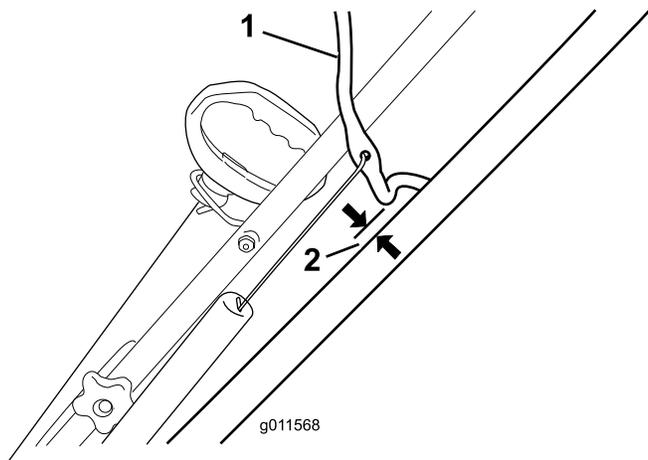

Рисунок 8
Переместите планку управления назад к рукоятке для устранения провисания тросика управления (Рисунок 8).
**Примечание:** Обеспечьте зазор от 2 мм до 3 мм между планкой управления и рукояткой (Рисунок 8).